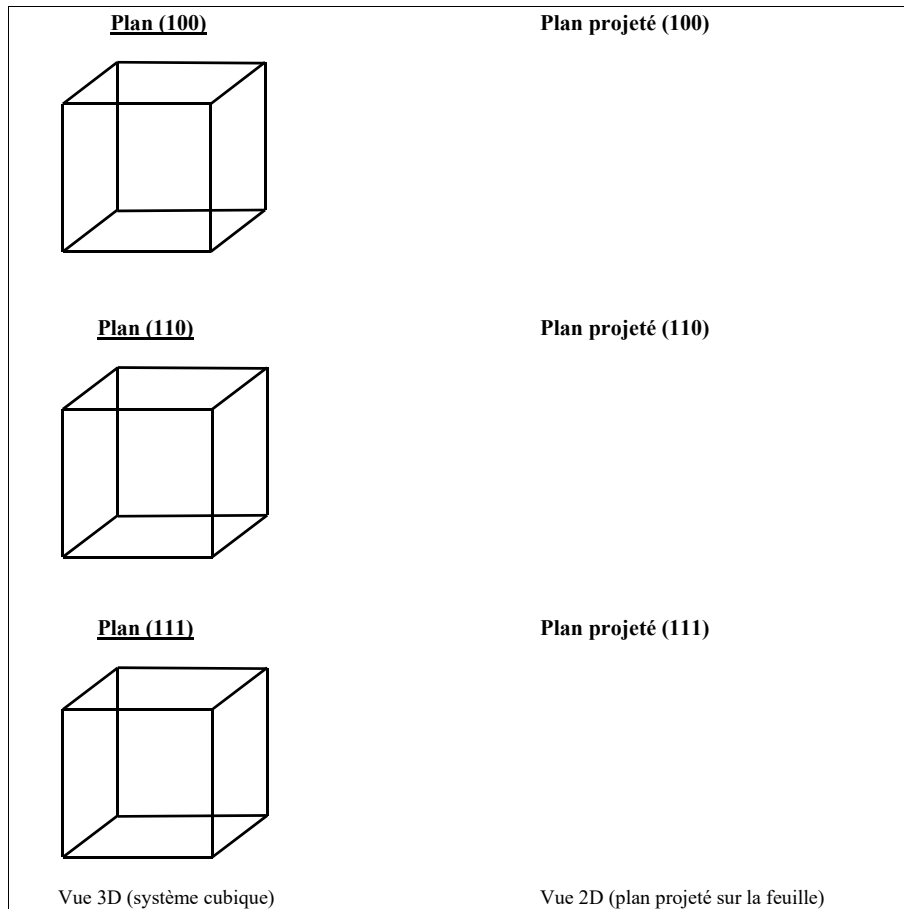

Figure 8.3.
- ✓ Représenter les plans (100), (110) et (111) sur les schémas 3D de la Figure 8.3 (à gauche, indiquer le repère choisi).
- ✓ Représenter les plans projetés (100), (110) et (111) sur les schémas 2D de la Figure 8.3 (à droite) et positionner les atomes sur ces schémas.